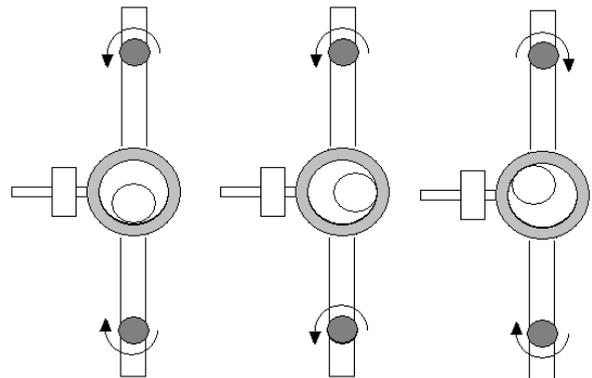

Fig. 3 Allineamento del sistema rotante
- Con le viti di registro (g e m) è possibile praticare una correzione dell'inclinazione dei due piani (ved. Fig. 3).